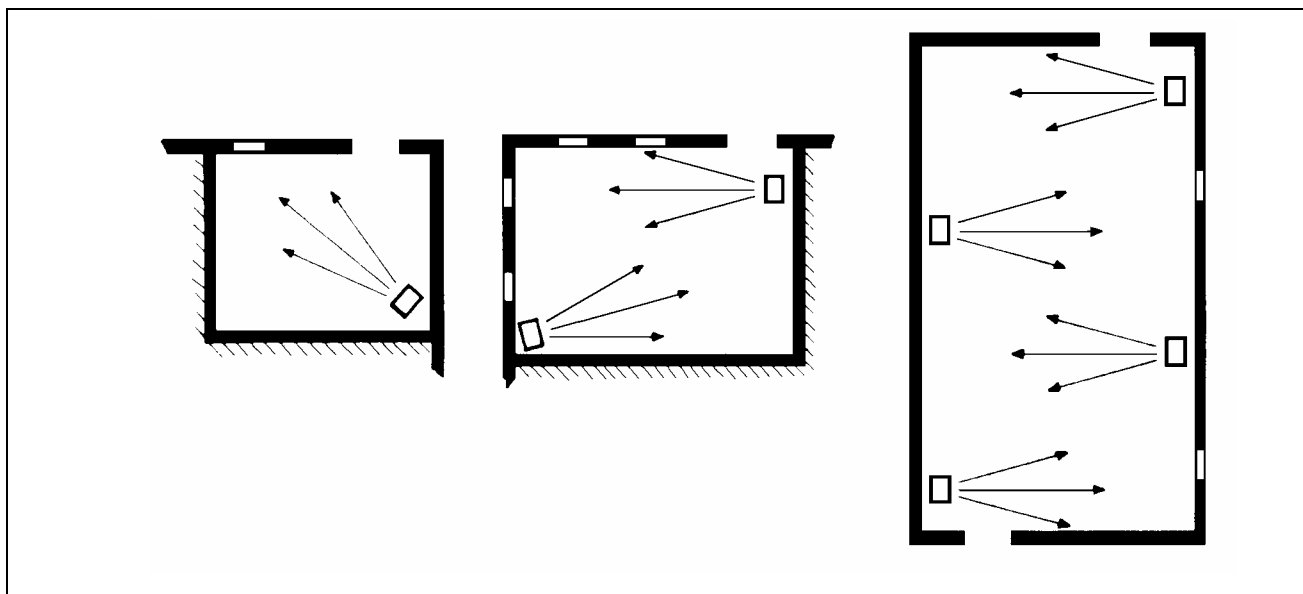

Рис. 3
- Для большого объема в случае установки многочисленных устройств, создайте альтернативные потоки нагретого воздуха (смотри Рис. 3).